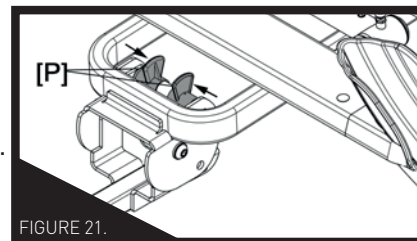

FIGURE 21.
1. Tout en soulevant légèrement le porte-vélo, appuyez sur les languettes de dégagement (illustrées à la figure 21 ci-dessus). Une fois libéré, abaissez le porte-vélo de manière contrôlée jusqu'à ce qu'il s'arrête [Étape 1], Ouvrez la porte arrière [Étape 2],